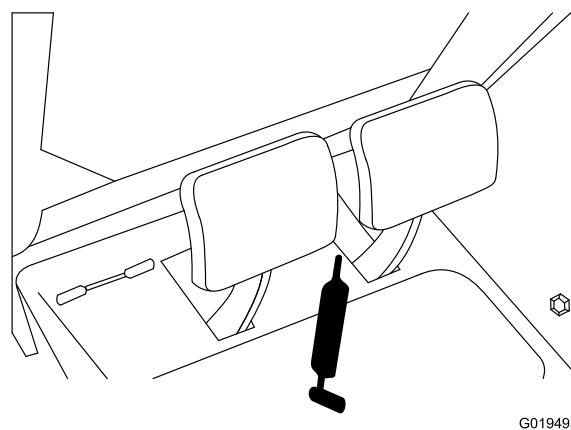

Figura 52
- Eixo do pedal de travão (1) (Figura 52).